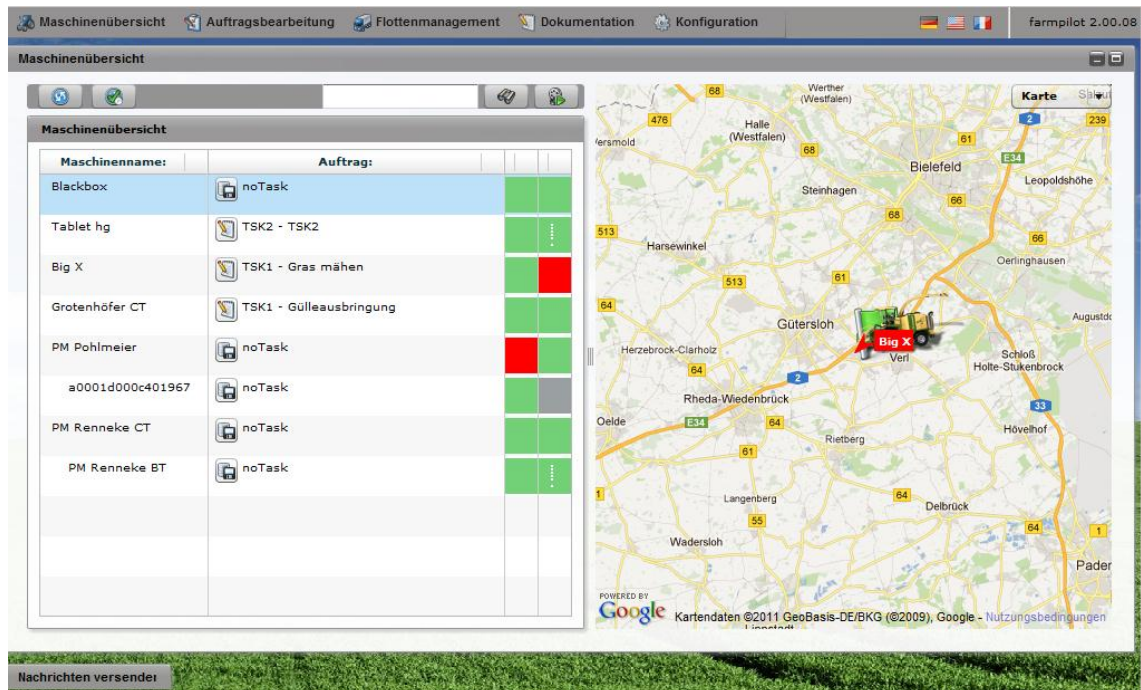

Abbildung 3: Startseite des Flottenmoduls
- Im *Flottenmodul* (siehe Abbildung 3) stehen Ihnen folgende Masken zur Verfügung: *Maschinenübersicht*, *Auftragsbearbeitung*, *Flottenmanagement*, *Dokumentation* und *Konfiguration*.